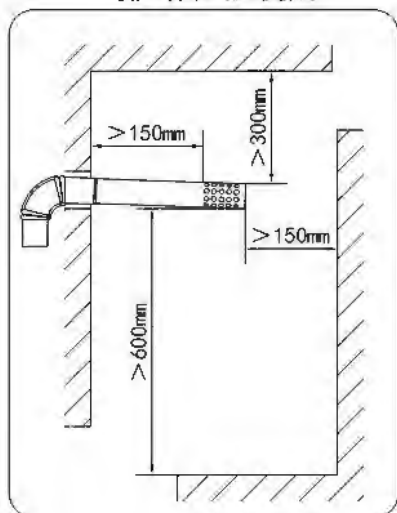

图9
- 必须使用本热水器所配用的专用烟道,安装方法(如图9)。如烟道较短可根据需要适当加长。每半年检查一次,检查烟道有无破损,漏烟等现象。